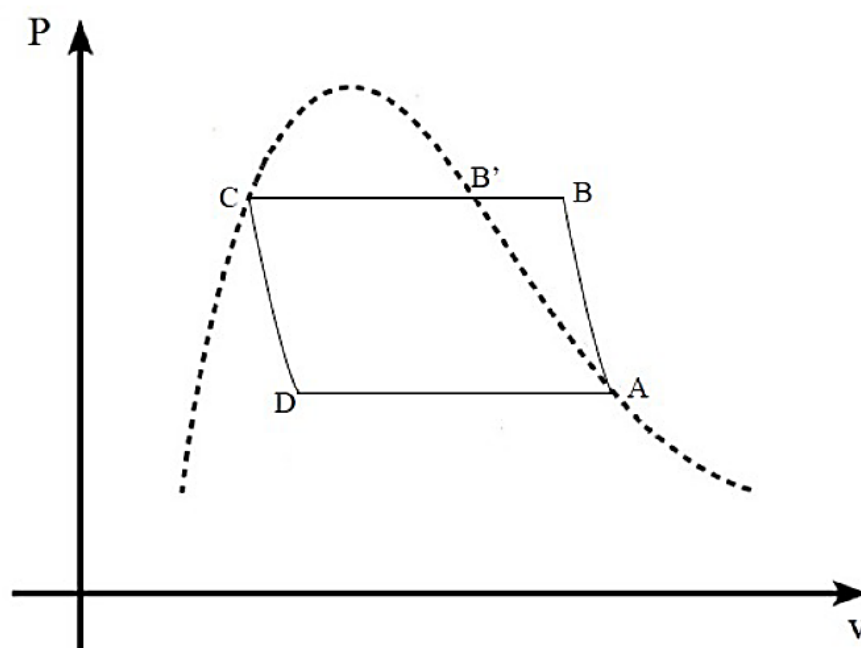

FIGURE 3 : Diagramme de Clapeyron de l'ammoniac
On donne dans le diagramme de Clapeyron (FIGURE 3) où figurent le volume  $V$  en abscisse et la pression  $P$  en ordonnée, la position des points  $A$ ,  $B$ ,  $B'$ ,  $C$  et  $D$ .
1. Sur le diagramme de Clapeyron de la **FIGURE 3 en ANNEXE**, compléter le tracé des isothermes aux températures  $T_C$  et  $T_A$ . Préciser l'état physique de l'ammoniac dans les différentes zones. Nommer la courbe en pointillés.